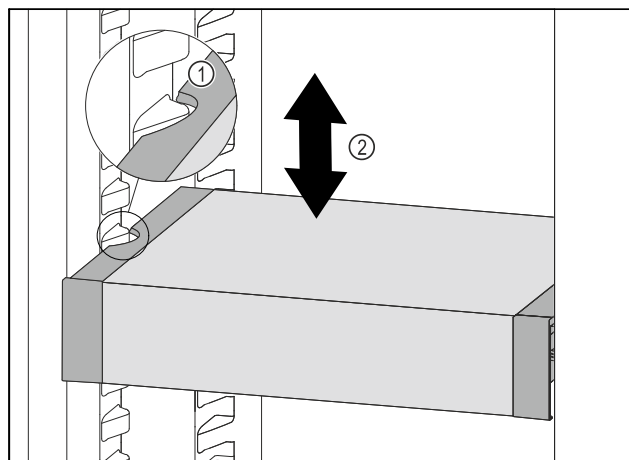

Fig. 126
- ▶ Изтеглете VarioSafe напред, докато страничните прорези на VarioSafe се намират на височината на ребро на съда в хладилната част. Fig. 126 (1)
- ▶ Преместете VarioSafe нагоре или надолу в хладилната част, докато се достигне желаната височина. Fig. 126 (2)